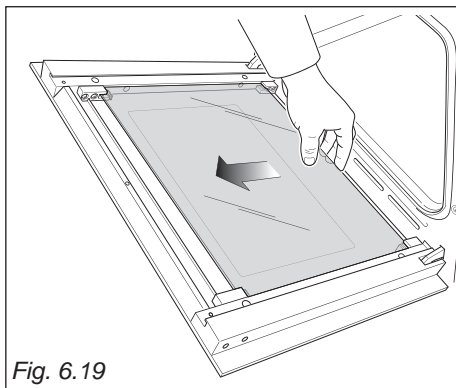

Fig. 6.19
- Försiktigt lossas det mellersta glaset i botten genom att flytta glaset som illustrerad på Fig. 6.19.